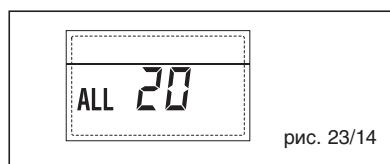

рис. 23/14
- НЕПОЛАДКА ПОЛОМКИ ДАТЧИКА ПОДАЧИ ПЕРВОЙ СМЕШАННОЙ ЗОНЫ "ТРЕВ 21" (рис. 23/15)